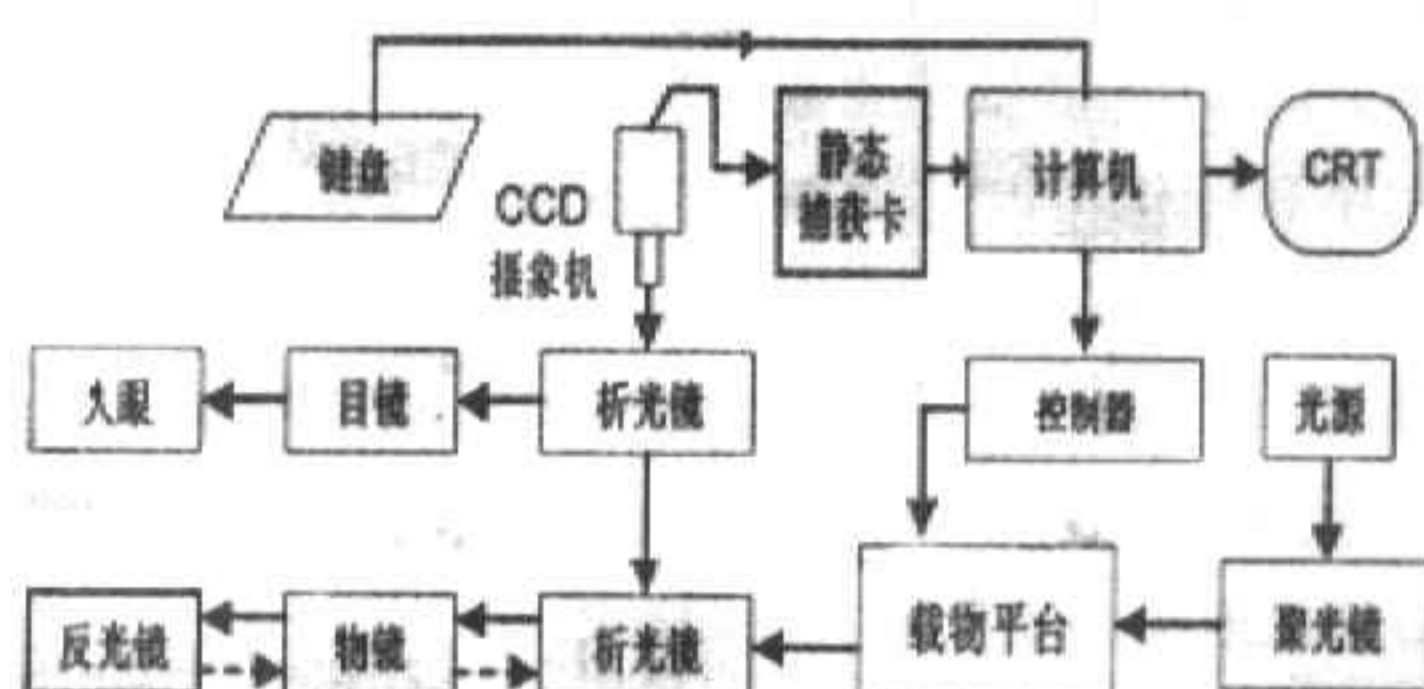

图 5 显微图像分析仪原理图
4. 医疗仪器: 对于象细胞、染色体、微循环等微细对象的观察和检测, 传统方法是在显微镜或放大镜下进行。采用了 CCD 摄像机和视霸卡的显微图像分析仪 (如图 5), 由视霸卡提供硬件缩放、变焦和剪切功能, 不仅方便观察, 具有良好用户界面, 而且可实现连续变焦和定